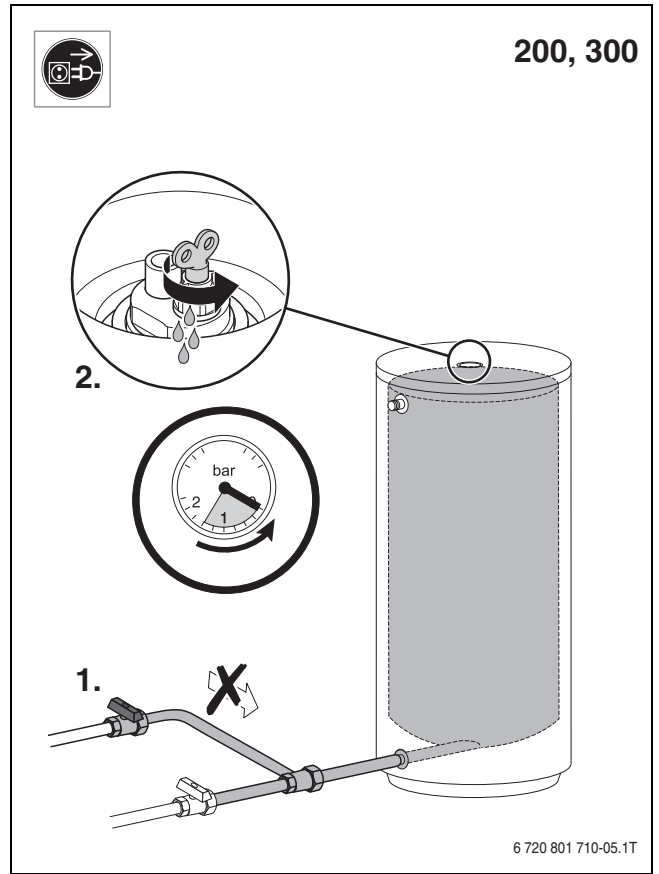

Fig. 15
- Bloquer le ballon tampon (→ fig. 15, page 14).